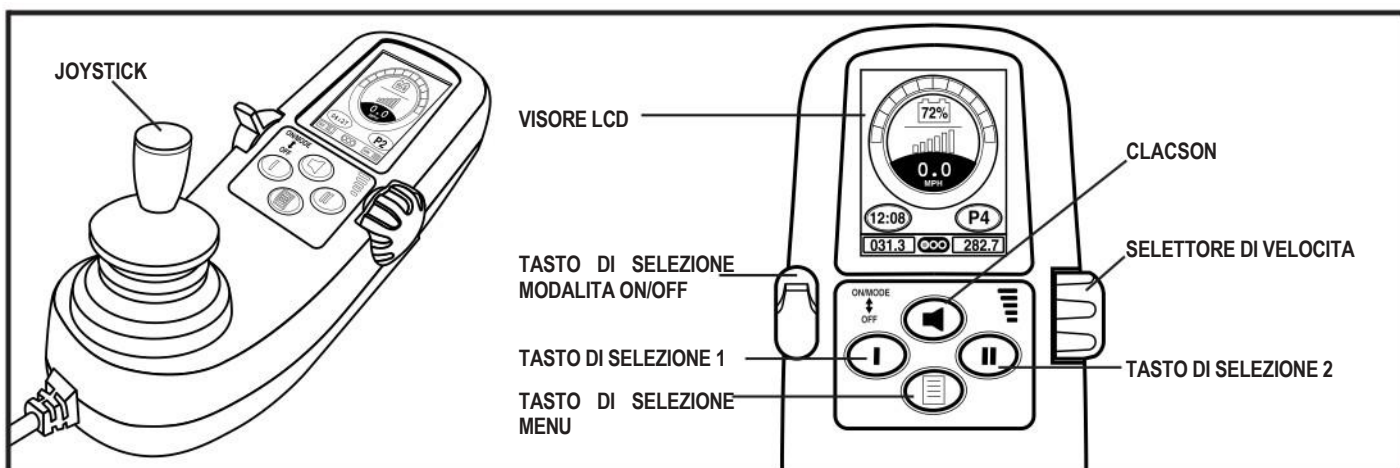

Figura 12. Centralina Q-Logic
1. Per accendere la carrozzina e la centralina, spingere verso l'alto la leva di accensione/spengimento e selezione della modalità. **Vedere figura 12.**
2. Premere diverse volte la leva di accensione/spengimento e di selezione della modalità fino a quando la schermata del sedile compare sull'LCD, oppure premere il pulsante di selezione del tasto 2 una volta per passare direttamente in modalità attuatore. **Vedere figura 12.**
5. Per tornare al profilo di guida desiderato, spingere verso l'alto e rilasciare la leva di accensione/spengimento e selezione della modalità. **Vedere figura 12.**